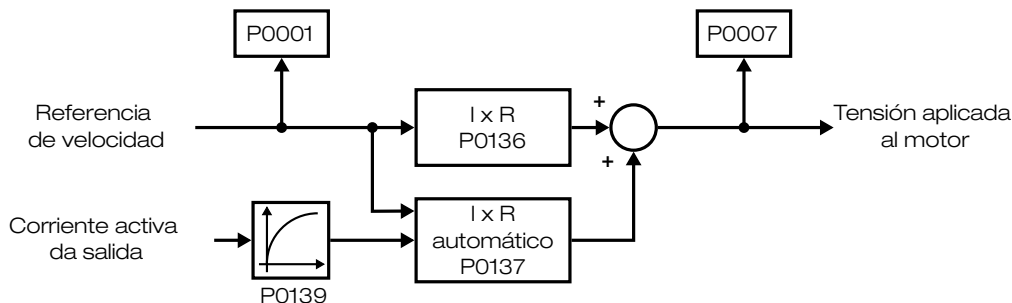

Figura 5.10: Diagrama de bloques de P0137
- Consulte la Figura 5.10 en la página 5-22 y Figura 5.12 en la página 5-22.